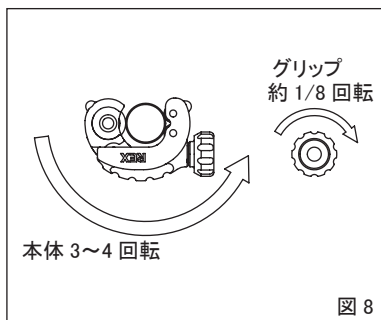

図 8
③ その後、グリップをゆっくり回し、(本体3～4回転につきグリップ1/8回転程度)徐々に切り込みを深くしながら、本体を矢印の方向へ回転させパイプを切断してください(図8)。